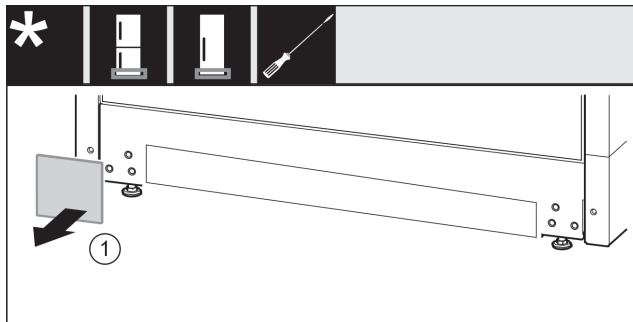

Fig. 13
- ▶ Noņemiet pārsegu. Fig. 13 (1)